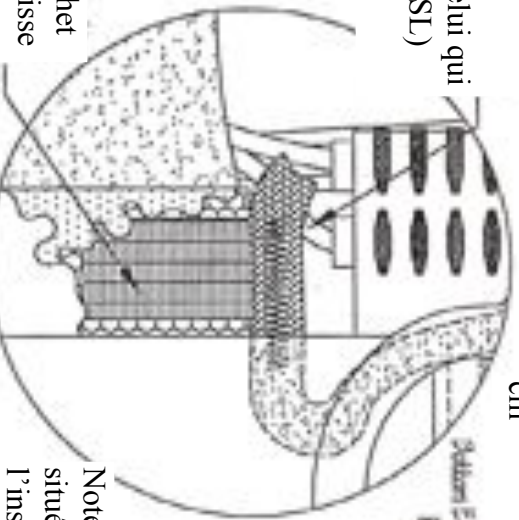

Figure 4B
7) Le velcro côté crochet, cousu sur la drisse de libération, doit être appliqué sur le velcro de la pochette de la poignée de libération, derrière la poignée de libération. (Figure 4B)